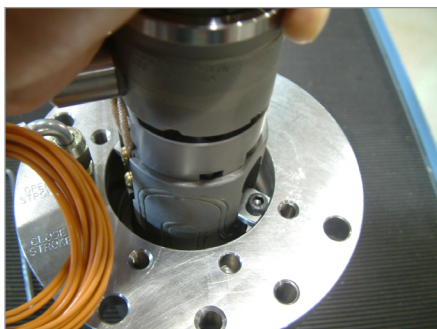

Abbildung 5-68 Accu-Line Verschlussnadelhalter und Verschlussnadel
22. Der Verschlussnadelhalter sollte mit der Verschlussnadel verriegelt werden und sich zusammen mit ihm bewegen. Siehe Abbildung 5-68.